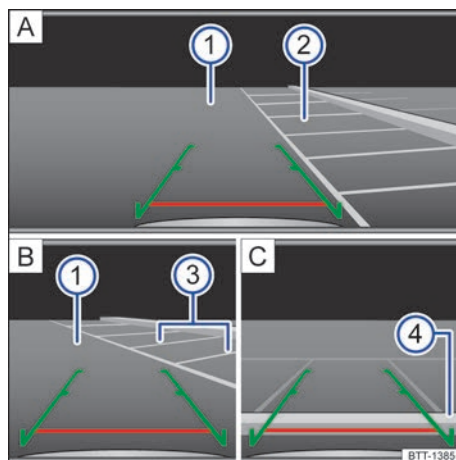

Fig. 105 Exibição do display do sistema do rádio: estacionar com a câmera de marcha a ré.
Legenda para Fig. 105:
- Posicionar o veículo na frente da vaga de estacionamento → Fig. 105 ② ◻ A.
- Conduzir para trás lentamente e manobrar de modo que as guias verdes laterais conduzam entre as linhas de delimitação da vaga de estacionamento delimitada ② ◻ A. ▶